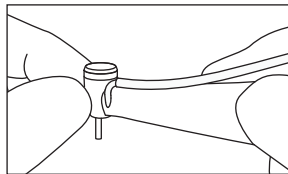

Fig. 10
- 5) Después de que la rotación de la pieza de mano se haya detenido completamente, toque el cabezal de la pieza de mano para confirmar que no está anormalmente caliente (Fig. 10).